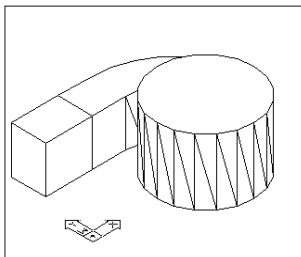

图 18-27
(6) 拉伸生成实体。单击  按钮或者在命令行直接输入 face extrude。选中上述长方体的一个侧面, 将其以上述弧线为路径进行拉伸。
(7) 并集处理。单击  按钮或者在命令行直接输入 union, 合并上述四个实体, 结果如图 18-27 所示。